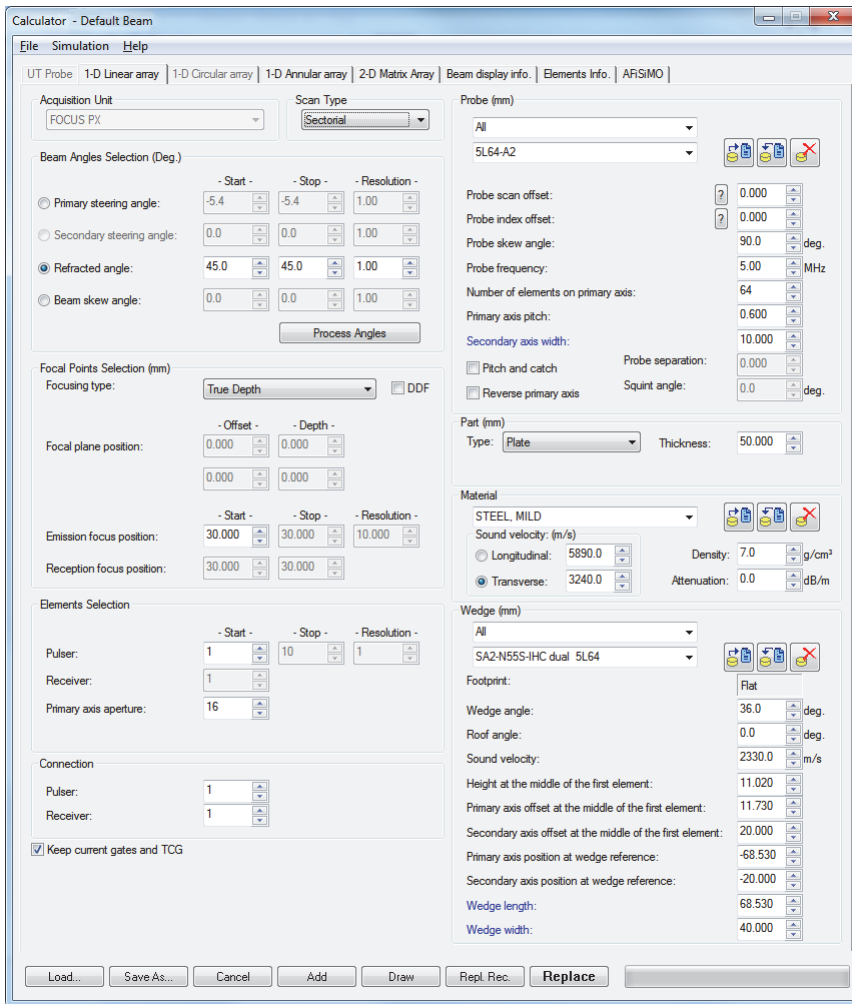

図 4-5 [Calculator] ダイアログボックス
- a) 斜角フェーズドアレイ検査の場合、[1-D Linear Array] タブをクリックします（106 ページの図 4-5）。